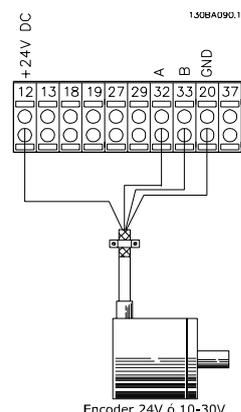

Ilustración 3.7 Diagrama de cableado
1. Compruebe que la conexión del encoder se ajusta al *Ilustración 3.7*: